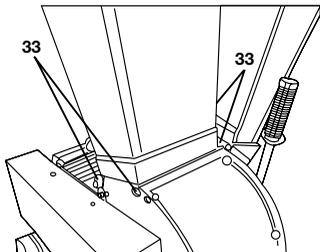

Figura 27
- Retire la tova superior aflojando (y no desatornillando) los 4 tornillos de fijación (33) (SW 15) (véase la Figura 27). Tenga en cuenta que la varilla roscada para el conmutador de seguridad debe desatornillarse primero hacia arriba (véase la página 7).